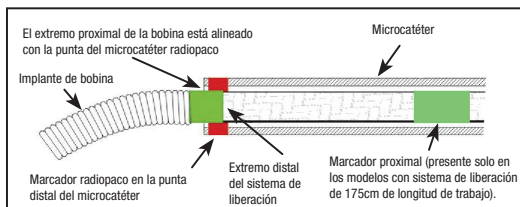

Figura 4. Posición de las bandas marcadoras para el desacoplamiento
25. Haga avanzar la bobina en el lugar deseado hasta que el marcador radiopaco del sistema de liberación esté alineado o ligeramente distal del marcador radiopaco de la punta distal del microcatéter, colocando la zona de desacoplamiento justo fuera de la punta del microcatéter. Consulte la figura 4.